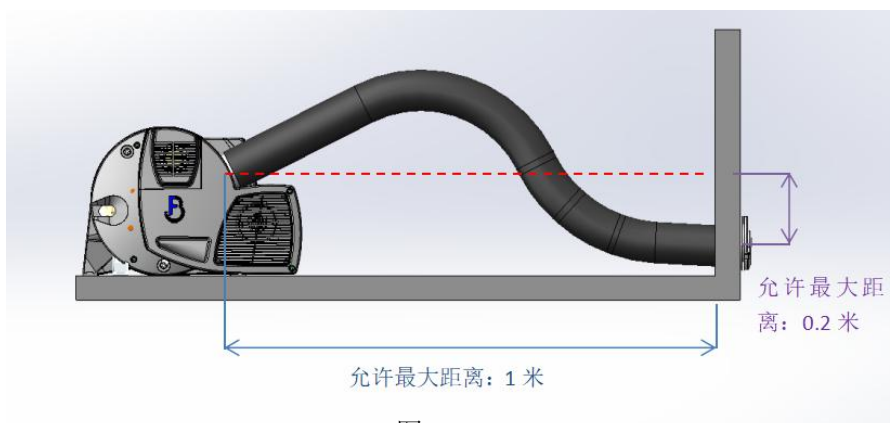

图 11
4. 当 $0.6 \text{ 米} \leq \text{管长} < 1 \text{ 米}$ 时，进排气口体安装在红色水平线以下，并满足以下要求。如图 11 所示。